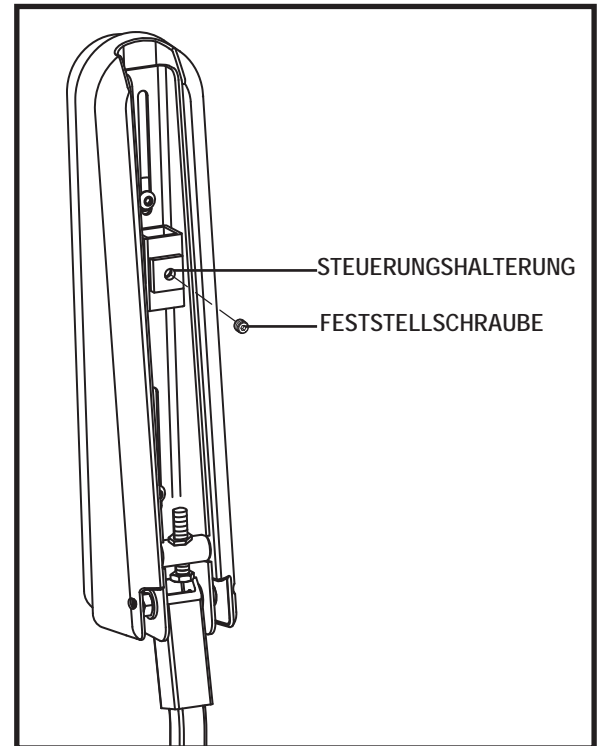

Abb. 14. Unterseite der Armlehne
1. Heben Sie die Armlehne so, dass Sie senkrecht aufsteht. **Siehe Abb. 14.**
2. Lockern Sie die Feststellschraube an der Steuerungshalterung. **Siehe Abb. 14.**